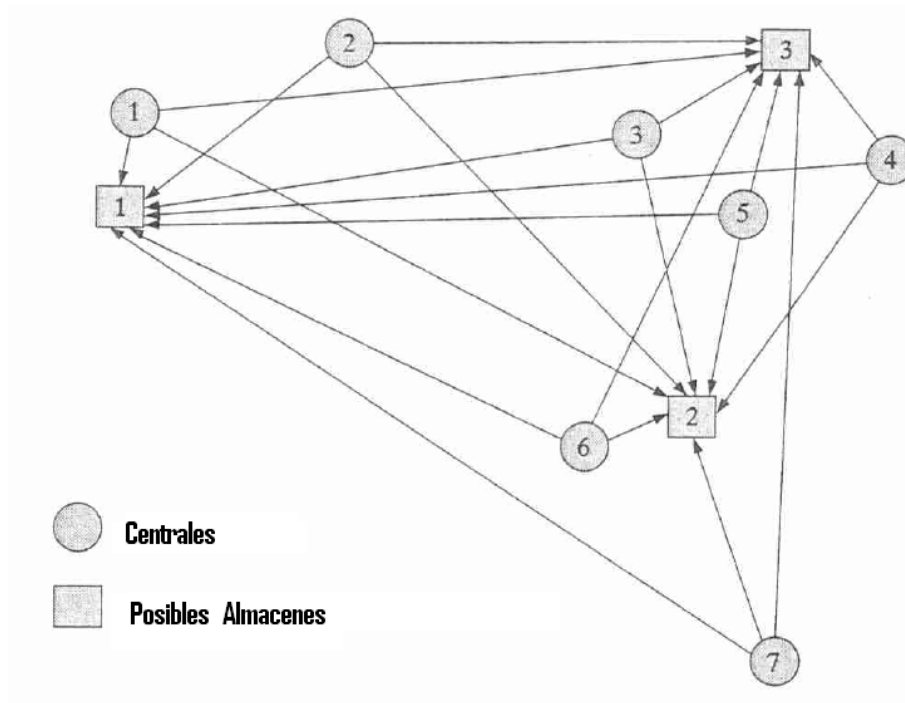

Figura 4.3: Centrales y posibles almacenes.
- En la Figura 4.3 tenemos representadas la *localización* de las siete centrales y las tres *posibles localizaciones* para los dos almacenes nucleares.